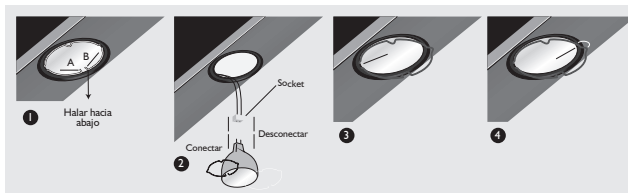

Figura 22.
- Para desmontar la lámpara de la campana se deben unir las puntas A y B del alambre y luego halar hacia abajo. (Figura 22, numeral 1)
- Desconecte la lámpara del socket halándola hacia abajo y hale el cable en dirección opuesta, teniendo cuidado de hacerlo desde el socket. (Figura 22, numeral 2)
- Para conectar la lámpara nuevamente asegúrese de introducir los pines o terminales en los orificios del socket. (Figura 22, numeral 2)
- Después de haber instalado nuevamente la lámpara en el orificio de la campana asegúrela introduciendo una de las puntas de la sujeción del alambre en las ranuras de la campana como lo indica la flecha en éste gráfico. (Figura 22, numeral 3)
- Finalmente, termine de asegurar la lámpara introduciendo el otro extremo de la sujeción de alambre. (Figura 22, numeral 4)
- Verifique que la instalación quede segura. (Figura 22, numeral 4)